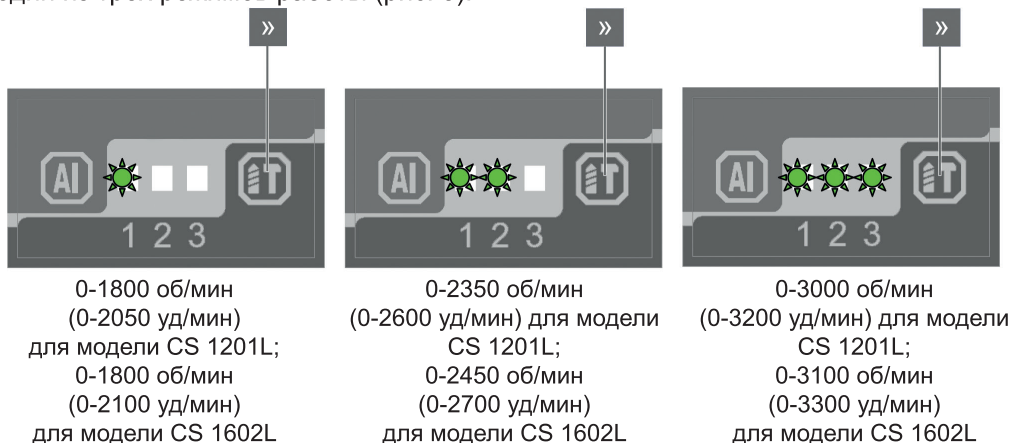

Рис. 5
- Последовательно нажимая на кнопку переключения скоростей, выберите один из трёх режимов работы (рис. 5).